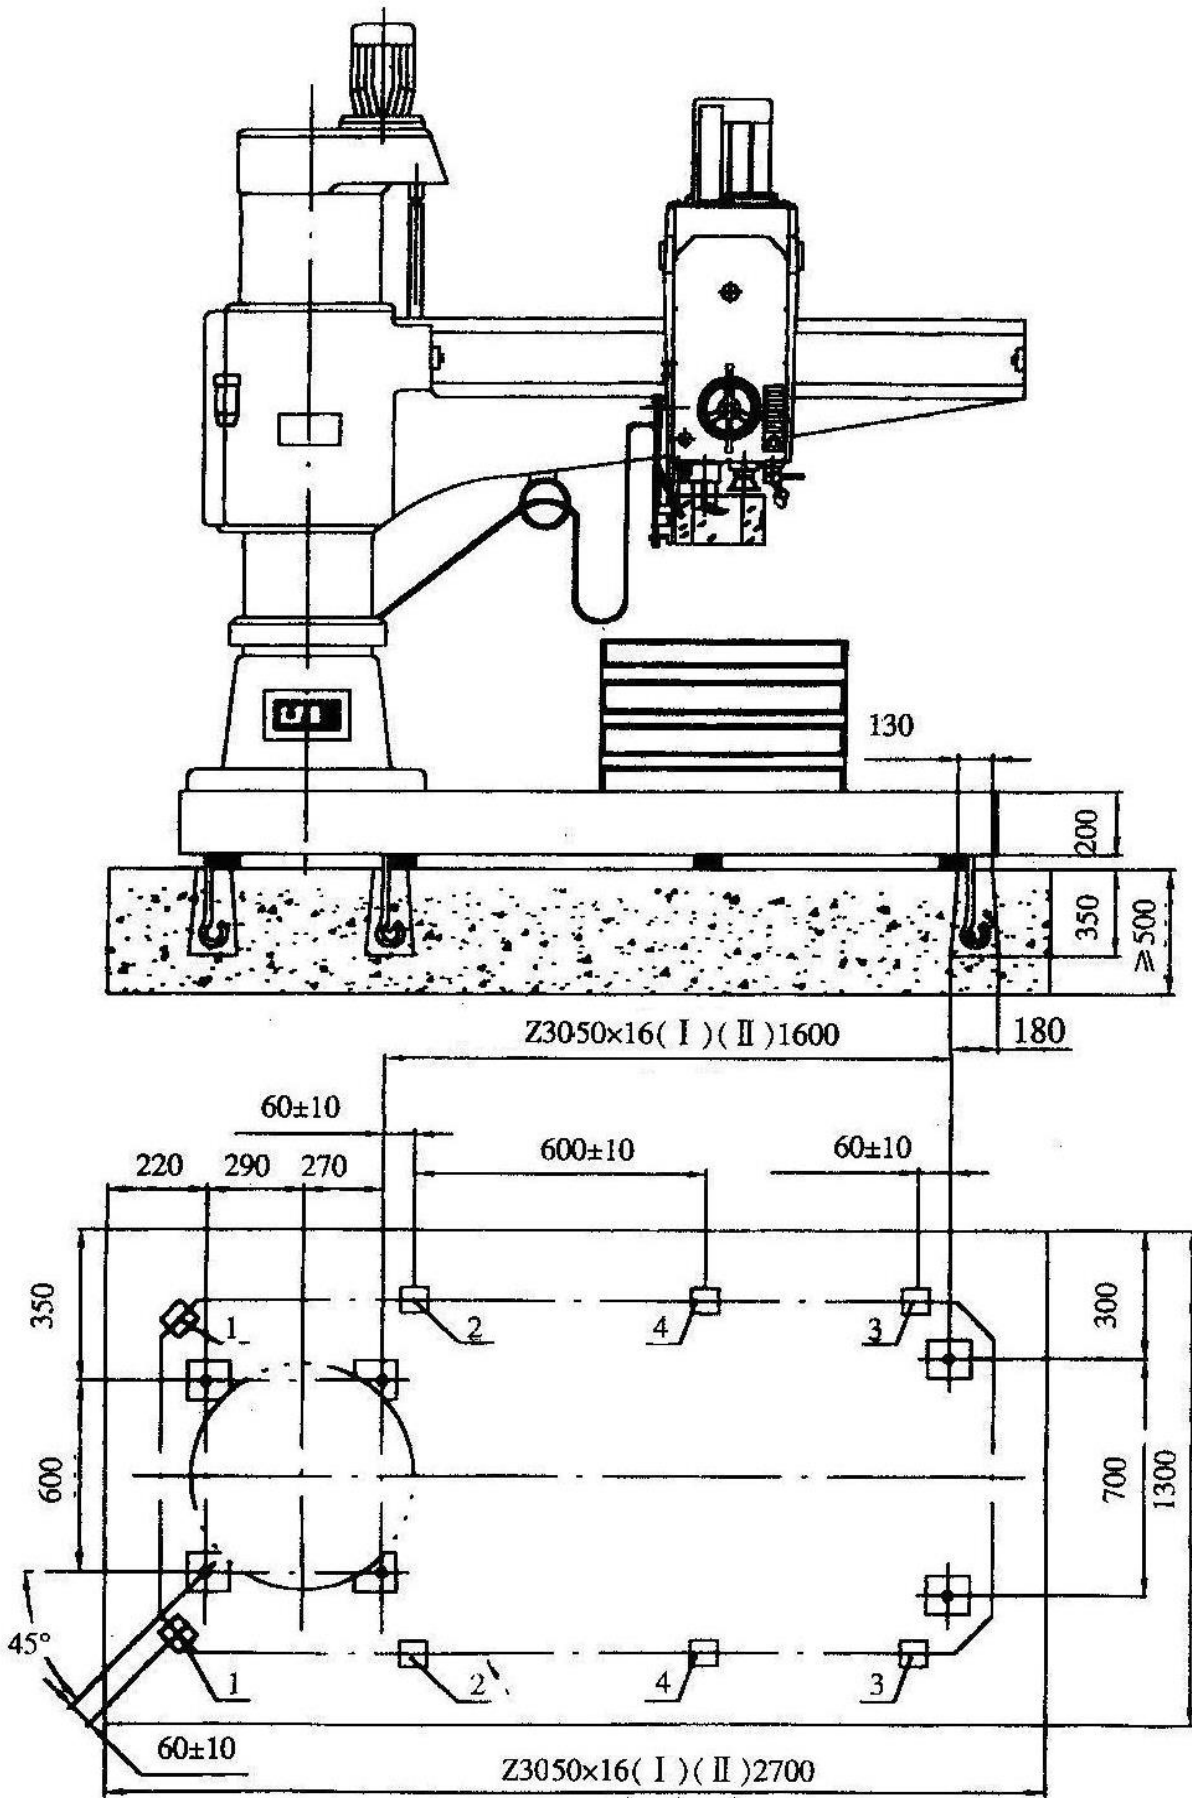

Рис. 2.1
2.3.3 Сначала отрегулируйте уровень: расположите размерные блоки в соответствии с указателями 1, 2, 3, 4 (Рис. 2.1).